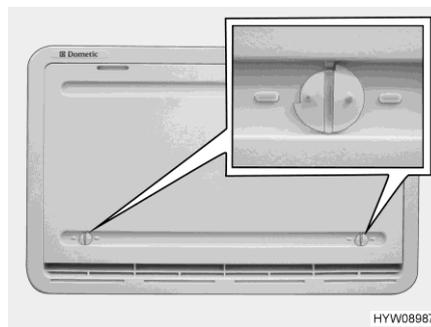

Fig. 239 Copertura invernale
Se il funzionamento del frigorifero avviene a basse temperature esterne, il produttore consiglia l'utilizzo di una copertura invernale (Fig. 239) per la griglia di aerazione del frigorifero.
- Aprire entrambi i bloccaggi (Fig. 239), la scanalatura risulterà orizzontale.